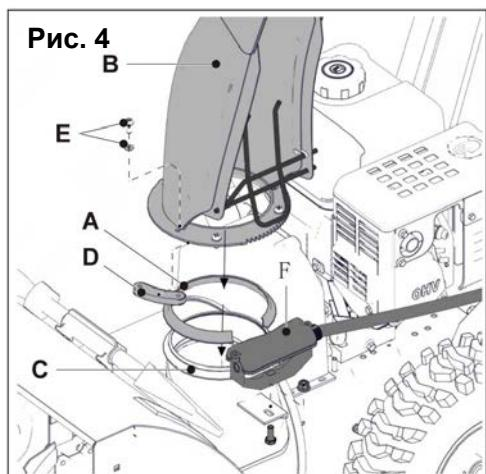

Рис. 4
5. Установка желоба (Рис.4, 4а, 4б).
Рис. 4а
Рис. 4б
- Установите скользящее кольцо (A) и выпускной желоб (B) на фланцевый фитинг (C) Рис.4.
- Вставьте салазки (D) под фланцевый фитинг (C), совместив отверстия на салазках с отверстиями в нижней части желоба.
- Вставьте винты с шайбами (E) в отверстия и закрепите.
- Закрепите узел червячного винта на опоре, проверив правильное сцепление узла червячного винта с зубчатой секцией на желобе (F).